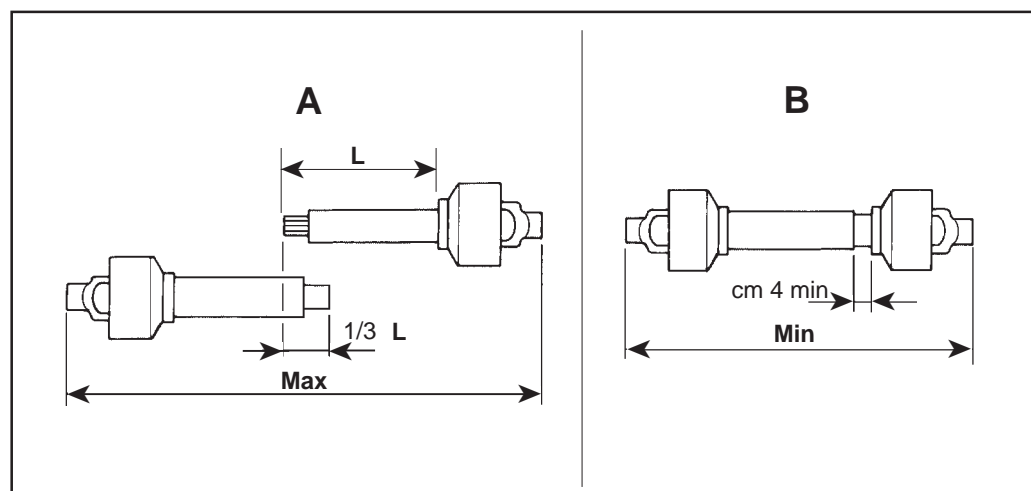

Fig. 12
Quando l'albero cardanico è sfilato al massimo, in ogni condizione di lavoro i tubi telescopici devono sovrapporsi per almeno 1/3 della loro lunghezza (A Fig. 12).
Quando è inserito al massimo il gioco minimo deve essere di 4 cm (B Fig. 12).
*When the shaft is withdrawn to the maximum, in every working condition, the tubes must overlap for at least 1/3 of their length (A Fig. 12).*
*When it is fully inserted, the minimum play must be 4 cm (B Fig. 12).*
Ist die Kardanwelle maximal ausgefahren, so müssen die Teleskoprohre bei jeder Betriebsart für mindestens ein Drittel ihrer Länge übereinander gelagert sein (A Abb. 12).
Ist die Kardanwelle vollkommen eingefahren, so hat das Spiel mindestens 4 cm zu betragen (B Abb. 12).
*Dans toutes les conditions de travail, quand l'arbre à cardan est déboîté au maximum, les tubes télescopiques doivent se superposer sur au moins 1/3 de leur longueur (A Fig. 12). Quand il est emboîté au maximum, le jeu minimum doit être de 4 cm (B Fig. 12).*
Quando el árbol cardán está extraído al máximo, en todas las condiciones de trabajo, los tubos telescópicos tienen que superponerse por 1/3 al menos de la propia longitud (A fig. 12). Cuando está introducido al máximo, el juego mínimo tiene que ser de 4 cm (B fig. 12).